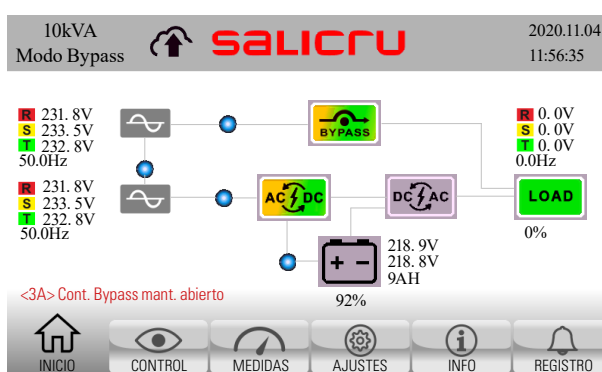

Fig. 57. Pantalla principal del Panel de Control con advertencia de contacto bypass manual abierto.
4. El equipo informa, a través de la pantalla principal, del estado actual con la advertencia <3A>"Cont Bypass mant. Abierto". Ver Fig. 57.
7. Comprobar que el SAI suministra tensión a la Salida por el interruptor de bypass de mantenimiento y por el bypass estático simultáneamente: verificar que el SAI esté en modo bypass y la alarma <3A> presente "Cont Bypass mant. Abierto", y el sinóptico en la pantalla principal del panel de control como el que se muestra en Fig. 57.